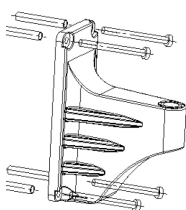

Fig.1
4. Fixez correctement le support avec quatre vis autotaraudeuses (Fig. 1)